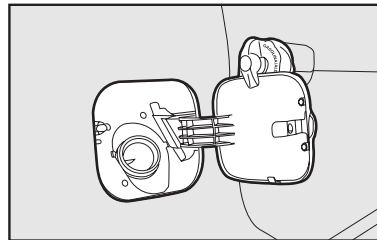

fig. 124
- Luego de retirada la tapa de su alojamiento, colóquela en el soporte sobre la puerta **fig. 124**.